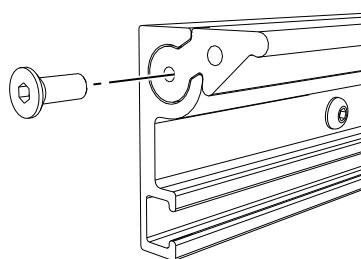

Figura 52. Bloquee la moldura de goma
9. Fije la moldura de goma con el tornillo correspondiente, véase Figura 52.